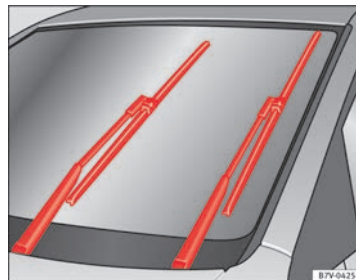

Abb. 129 Scheibenwischer in Servicestellung
- Die Zündung ein- und wieder ausschalten und anschließend (vor Ablauf von ca. 9 Sekunden) den Scheibenwischerhebel auf die Position Tippwischen stellen. Die Scheibenwischer stellen sich in die Servicestellung ⇒ **Abb. 129**.